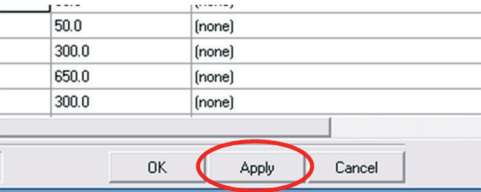

Figura 4.195 – Confirmando alteração da coordenada do Hardpoint *hpl\_LBJ*.
- Clique em *Apply* (Figura 4.195).